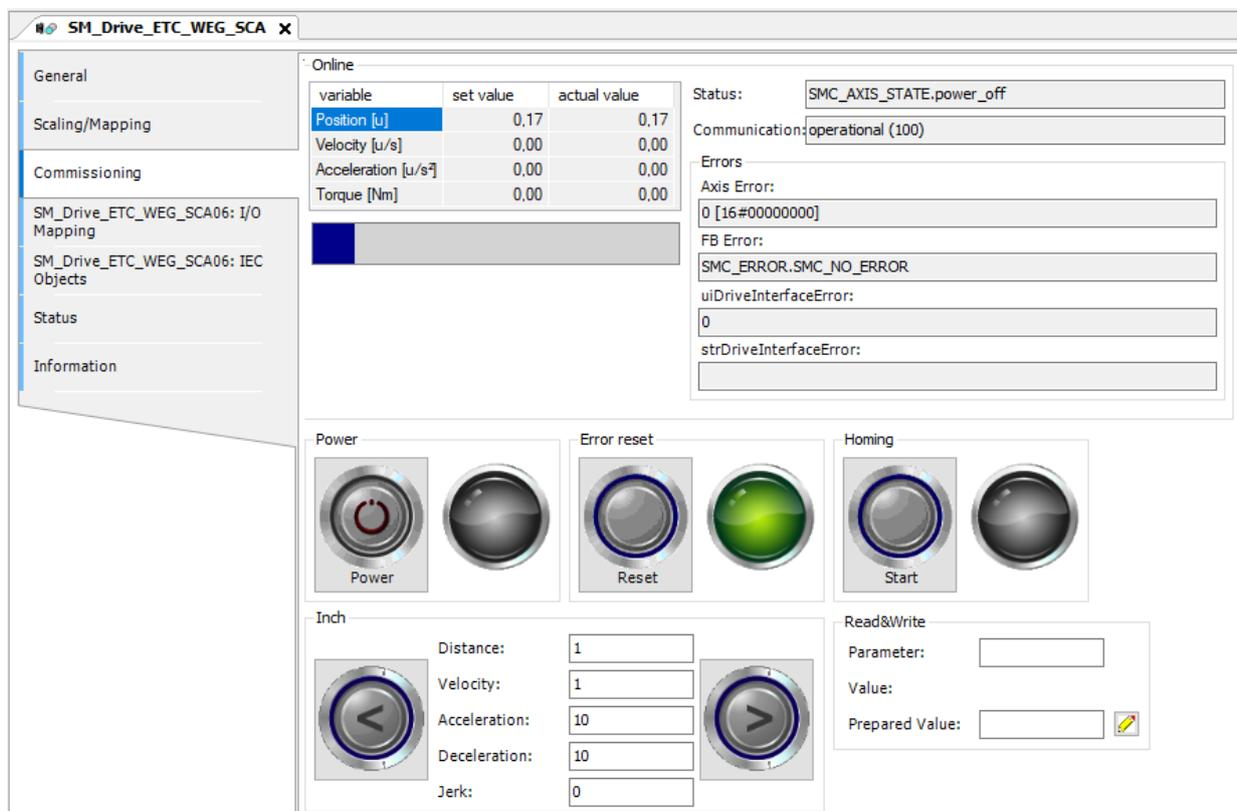

Figura 2.14: Comisionamiento SCA06_SoftMotion.
- Abra las configuraciones del servomotor (**SM_Drive_ETC_WEG_SCA**) y haga clic en la pestaña **Commissioning**. En esta pestaña, además de las variables y del status del eje, quedan disponibles algunos botones para el accionamiento del servomotor, como es presentado en la Figura 2.14.